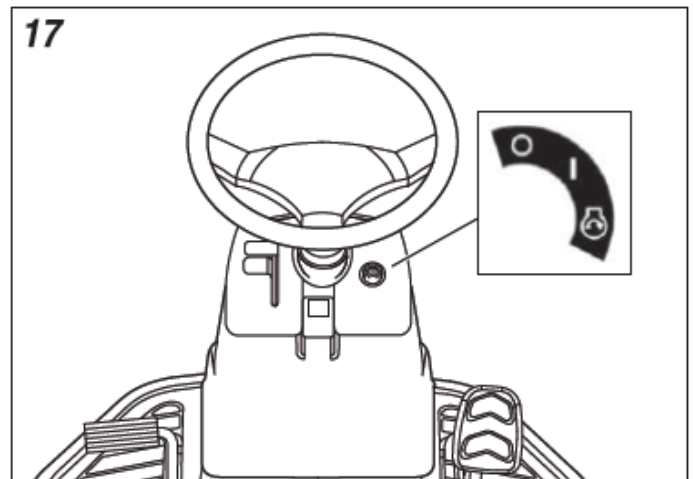

Рис. 18
1. Поверните ключ, чтобы запустить двигатель (см. рис. 18).
5. Поверните ключ зажигания в положение «START» (см. рис. 18).